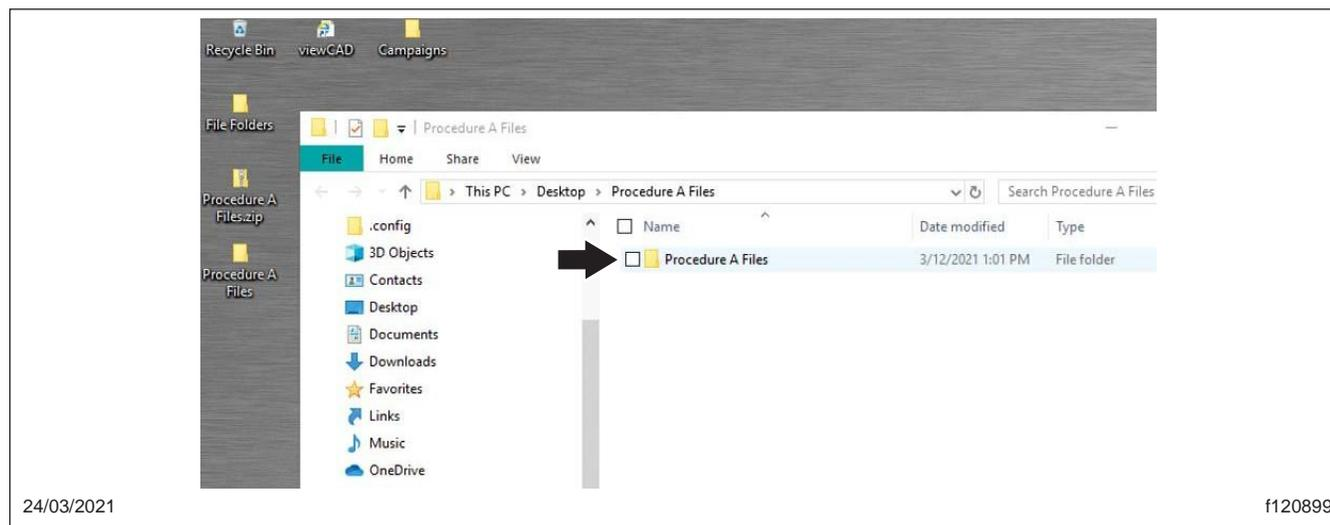

Fig. 9, Sélection du dossier « Procédure A Fichiers »
11. Un nouveau dossier nommé « Procédure A » sera créé sur le bureau. Double-cliquez sur le dossier pour l'ouvrir. Voir Fig. 9.